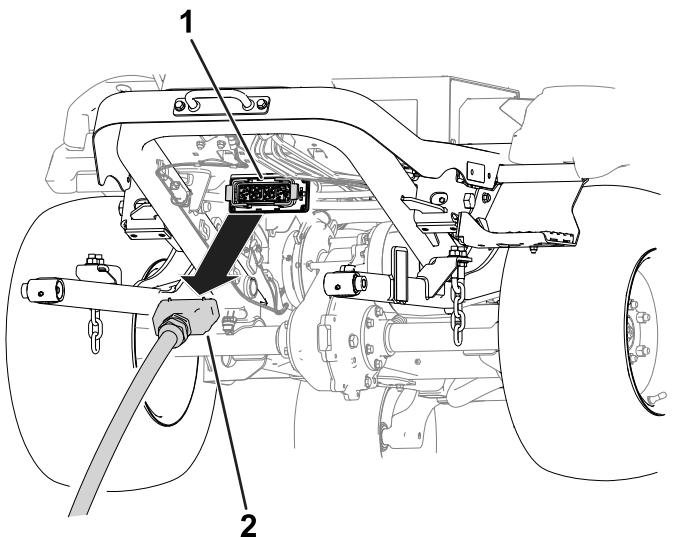

Figure 20
5. Débranchez le connecteur de l'unité de coupe du connecteur de la machine (Figure 20).